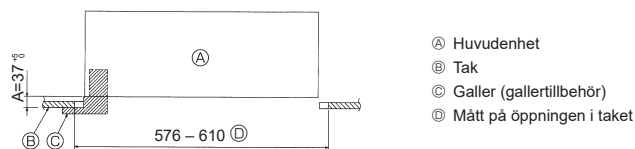

Fig. 4-6
3. När huvudenheten inte kan inriktas mot monteringshållet i taket kan den justeras med hjälp av en slits som finns på monteringsplåten. (Fig. 4-6)